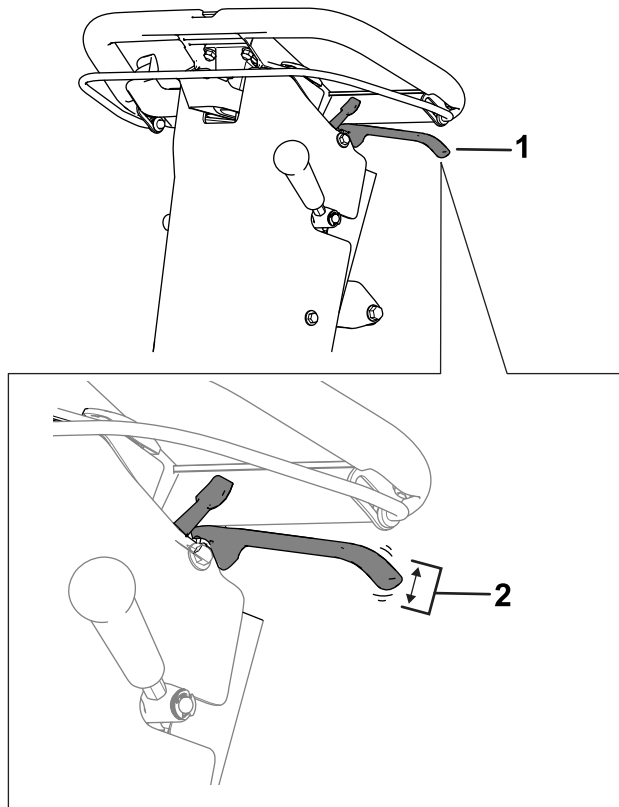

Figura 36
2. Misurate il gioco libero all'estremità della maniglia del freno di stazionamento (Figura 36).